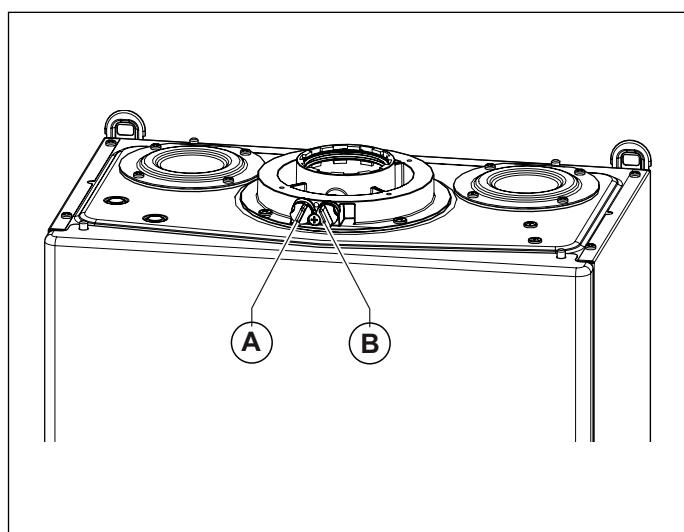
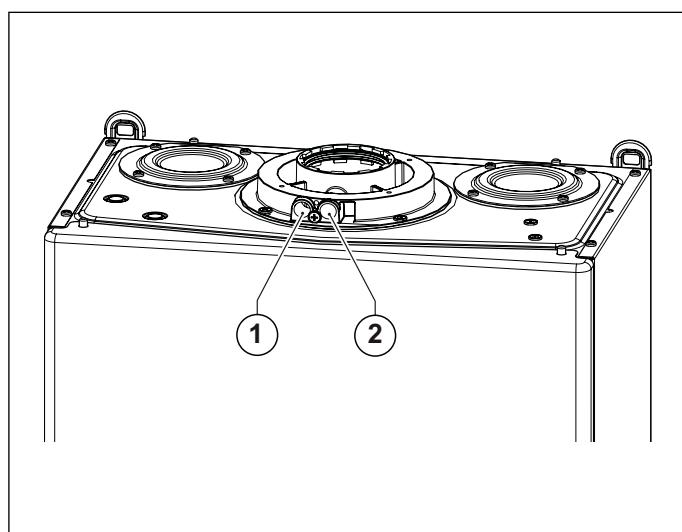

Рис. 17 Положення заглушок
Рис. 18 Положення отворів
На котлі є патрубок для підключення до системи забору повітря/димовідведення (дивись Рис. 17 Положення заглушок та Рис. 18 Положення отворів).
В патрубку передбачено два отвори для прямого доступу до повітря, що йде на згоряння, та до димових газів (дивись Рис. 18 Положення отворів).
Для проведення вимірювань необхідно зняти заглушки **A** та **B** з отворів на патрубку (дивись Рис. 17 Положення заглушок).
- замір температури повітря що йде на горіння **1** (дивись Рис. 18 Положення отворів).
- замір температури димових газів та вмісту CO₂ в спеціальному отворі **2** (дивись Рис. 18 Положення отворів).